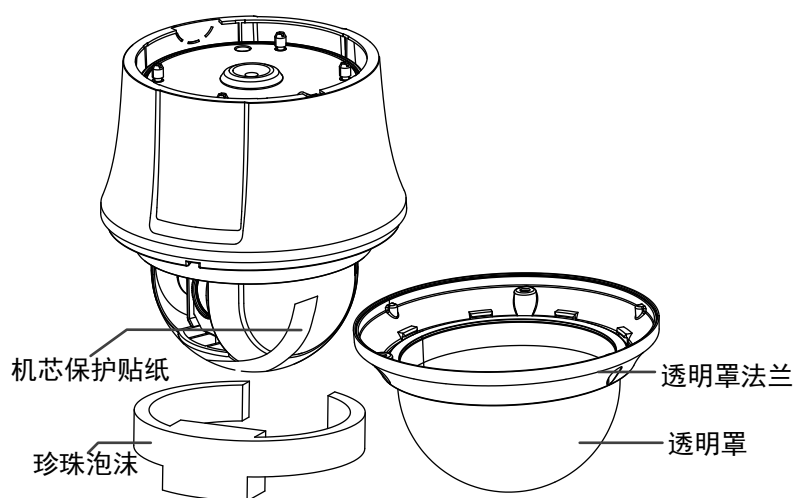

图2-45 智能球的拆封
1. 拧松智能球法兰上共 3 颗锁紧螺丝，取下透明罩，如图 2-45 所示。